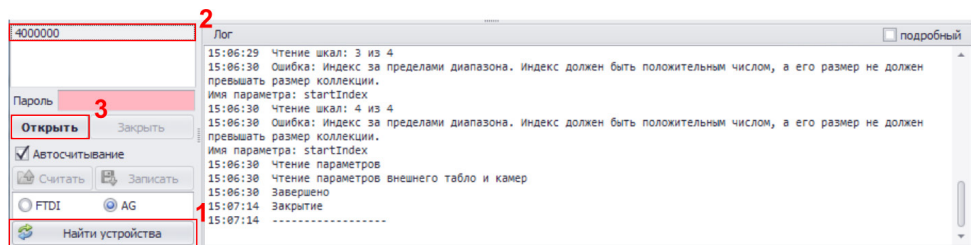

Рис.14. Подключение дисплея к конфигуратору.
- в программе DisplayConfigure нажмите кнопку «Найти устройства» (Рис.14, п.1), программа выполнит поиск найденных устройств;
- в списке найденных устройств выберите нужное устройство по серийному номеру (Рис.14, п.2), затем нажмите кнопку «Открыть» (Рис.14, п.3). Настройки выбранного дисплея будут считаны в программу.